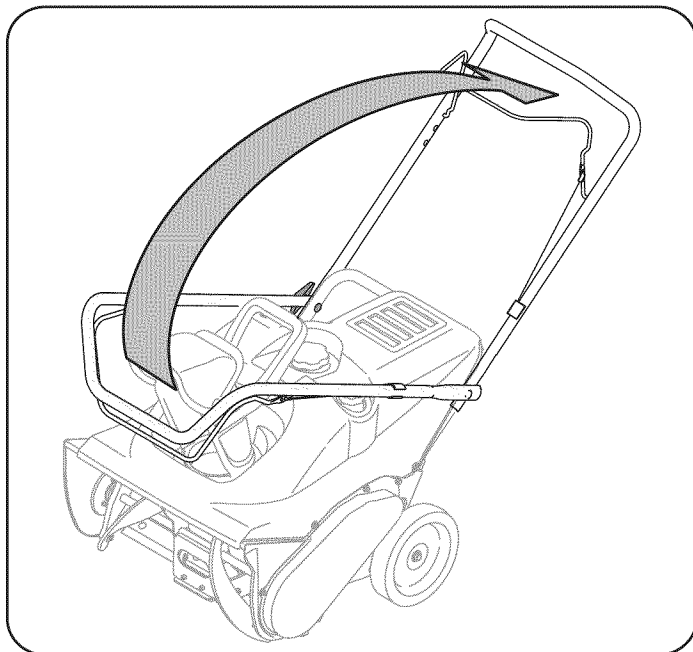

Figura 1
1. Gire la barra de control superior hasta la posición de operación, como se ilustra en la Figura 1 hasta que quede en su lugar, cuidando de no pellizcar el cable en el proceso.